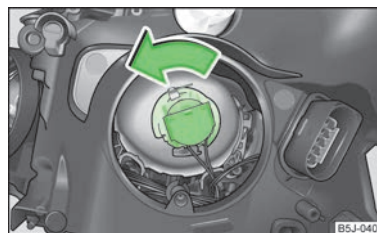

Fig. 148
- ▶ Rotiți până la refuz conectorul împreună cu becul cu incandescență în sens anti-orar și extrageți-l » fig. 148.